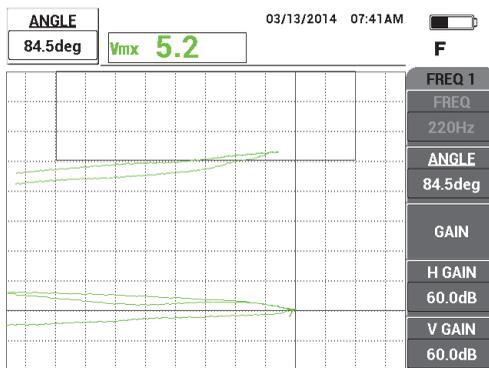

Рис. 5-25 Нижний сигнал отрыва максимально близок к горизонтальному
6. Нажмите клавишу ANGLE (◁θ), с помощью ручки настройте нижний сигнал отрыва так, чтобы он был максимально близок к горизонтальному (см. Рис. 5-25 на стр. 153).